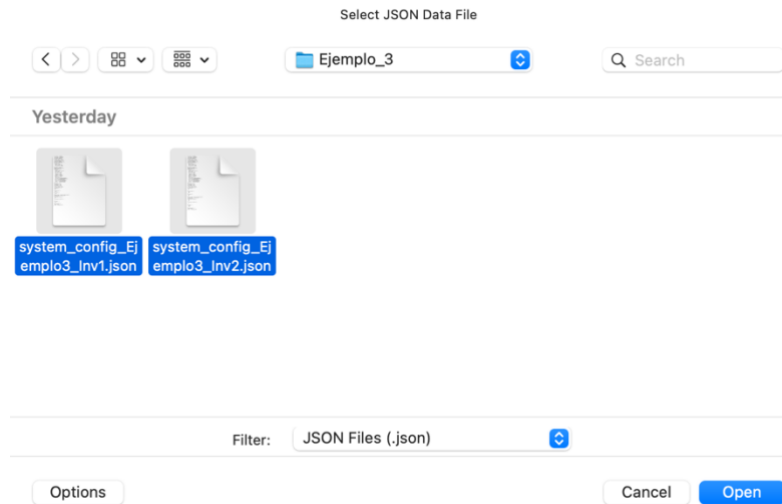

Figura 3.8. Información inicial seleccionada y cargada del tab CEN.
**Paso 1.** Se inicia con la selección de los archivos .JSON de configuración del sistema. Dado que para la planta fotovoltaica de ejemplo se tienen dos archivos, ambos son seleccionados de forma simultánea (Ver Figura 3.8). **Nota:** Es importante tener en cuenta que estos se cargan según el orden alfabético del nombre de los archivos y asimismo son ejecutados.